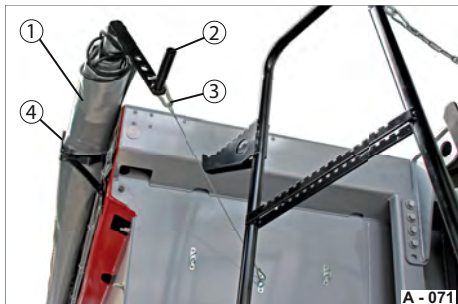

Abb. 61 Rollverdeck vorne gesichert
► Parken Sie die aufgerollte Plane (Abb. 61/1) seitlich auf den Halte-Winkeln (Abb. 61/4).
► Befestigen Sie den Karabiner (Abb. 61/3) an der Handkurbel (Abb. 61/2).